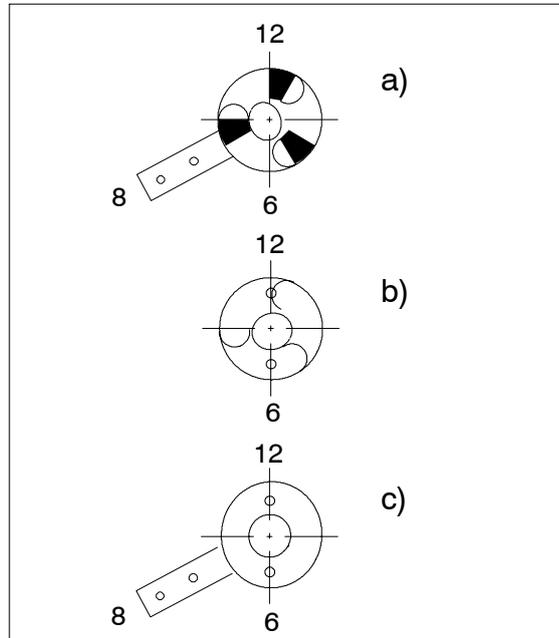

Fig. 36. Remontering av kløtsjinnkopplingsbladskjøtene.
5. Fjern trommelhjulakselen (fig. 36. pos. C) og skiven. Sokkelstørrelse 24mm (15/16").
1. Plasser en av kløtsjinnkopplingsbladskjøtene på arbeidsbordet, slik at håndtaket er i klokka 8-posisjon, og de 3 hellende overflatene pekende opp. Se fig. 36.
Den andre kløtsjinnkopplingsbladskjøten (uten håndtak) har 3 hellende overflater på den ene siden og to hull på den andre siden (fig. 36.). To pinner/tapper på baksiden av forsiden vil passe i disse hullene når vinsjen er remontert.
3. Plasser en kløtsjinnkopplingsbladskjøte (den uten håndtak), slik at den bunner ut når håndtaket er i klokka 8-posisjon, og de to hullene er i klokka 12-posisjon og klokka 6-posisjon (fig. 36.). Vær forsiktig fordi det bare er en riktig posisjon! Teip bladskjøtene